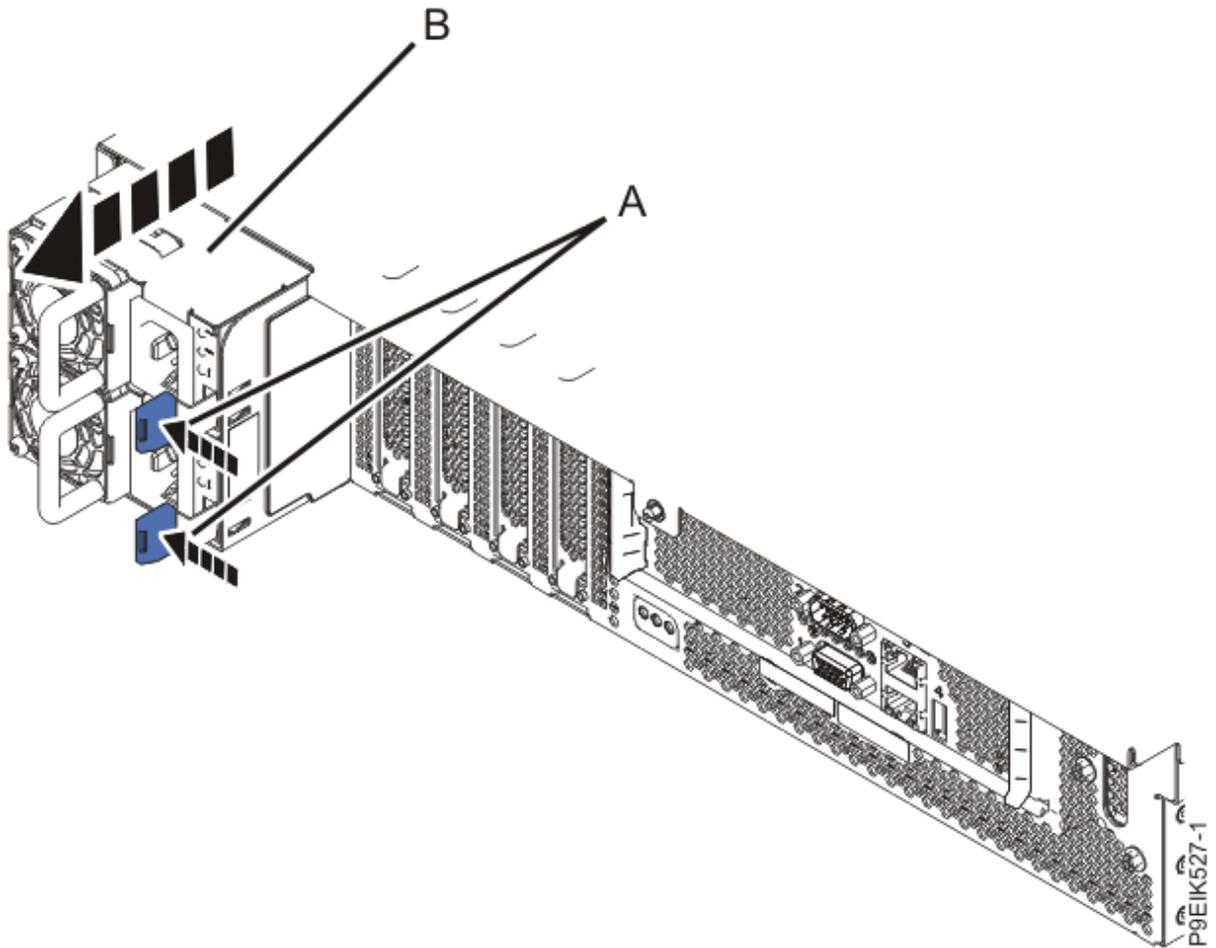

Figura 58. Extracción de las fuentes de alimentación del sistema
9. Quite las fuentes de alimentación del sistema, tal como se muestra en la Figura 58 en la página 98.